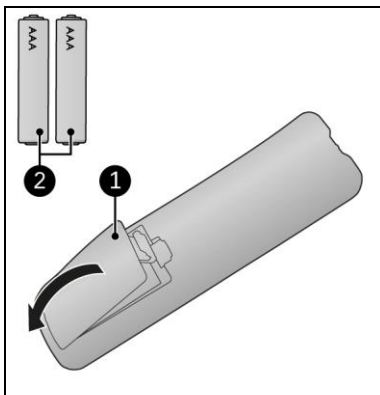

Figura 13
1. Scoateți capacul (Figura 13, poziția 1).
3. Introduceți două baterii (AAA 1,5 V) (Figura 13, poz. 2) în compartimentul pentru baterii, conform indicațiilor. Asigurați-vă că introduceți bateriile în mod corect.